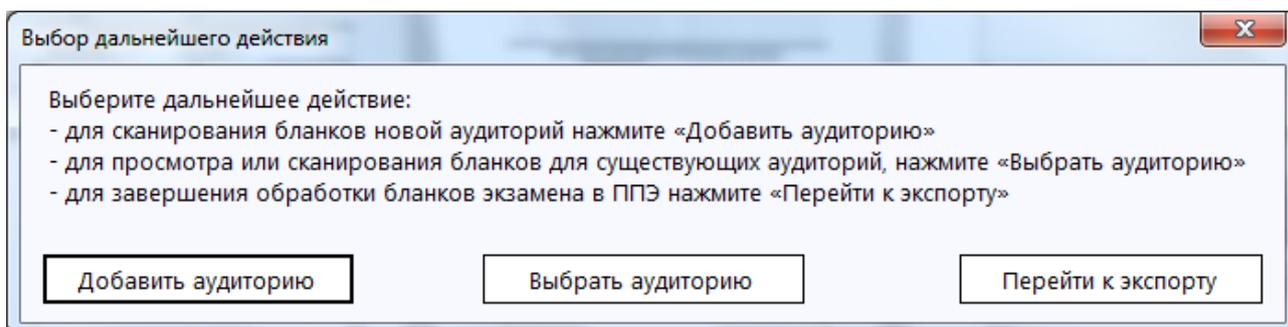

Рис. 3.39. Выбор дальнейшего действия
6.2.3. нажмите **Да** для перехода к выбору дальнейшего действия (см. **Рис. 3.39**).